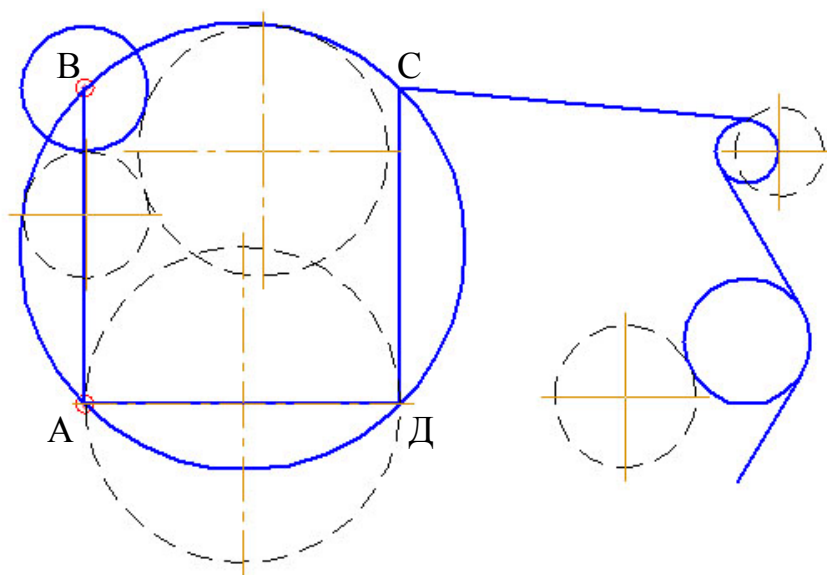

Рисунок 9
8.4 Команда  **Окружность** – служит для вычерчивания окружности по центру. Укажите центр окружности – точку В. Укажите радиус окружности (10) используя ЛКМ или соответствующие поля Панели свойств (рисунок 9). Если радиус не известен, то можно задать координаты точки, через которую она проходит, используя ЛКМ или соответствующие поля Панели свойств.
Постройте окружность, используя команду **Окружность с центром на объекте** . Укажите ЛКМ правую верхнюю окружность, на которой должен лежать центр строящейся окружности (рисунок 9). Произвольно задайте ЛКМ первую и вторую точки, через которые должна проходить окружность. Выберите в группе **Оси** на **Панели свойств** вариант построения окружности **С осями**, а **Стиль** – **Штриховая**. На экране появляются фантомы всех вариантов окружностей, удовлетворяющих заданным параметрам. Активизируйте и зафиксируйте подходящий вариант фантома окружности ЛКМ.
Постройте окружность, используя команду **Окружность, касательная к 1 кривой** . Укажите ЛКМ правую нижнюю окружность (рисунок 9), которой должна касаться строящаяся окружность. Произвольно укажите ЛКМ первую и вторую точки, через которые должна проходить окружность. На экране появляются фантомы всех вариантов окружностей, удовлетворяющих заданным параметрам. Активизируйте и зафиксируйте подходящий вариант фантома окружности ЛКМ.